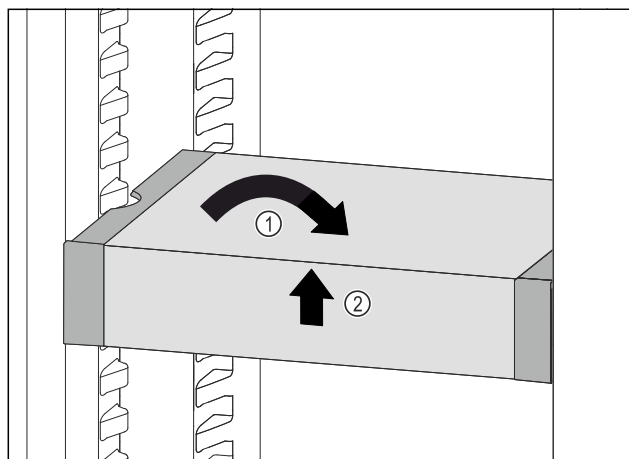

Fig. 89
- ▶ Placer VarioSafe lige, Fig. 89 (1)
- ▶ Løft VarioSafe op foran, Fig. 89 (2)